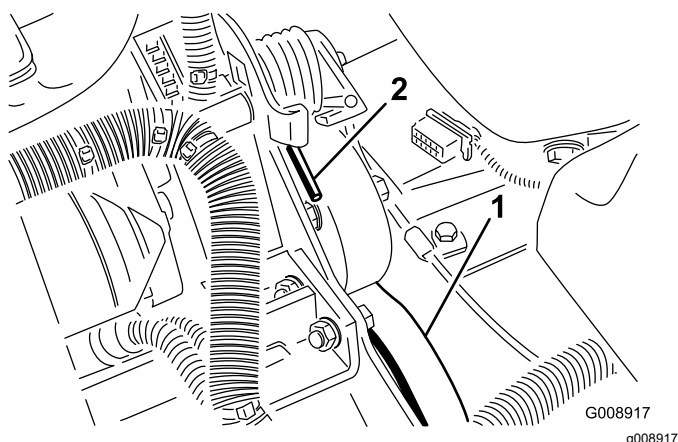

Figura 77
3. Empuje hacia adelante y hacia abajo sobre el extremo del muelle (Figura 77) para desengancharlo del soporte y liberar la tensión.